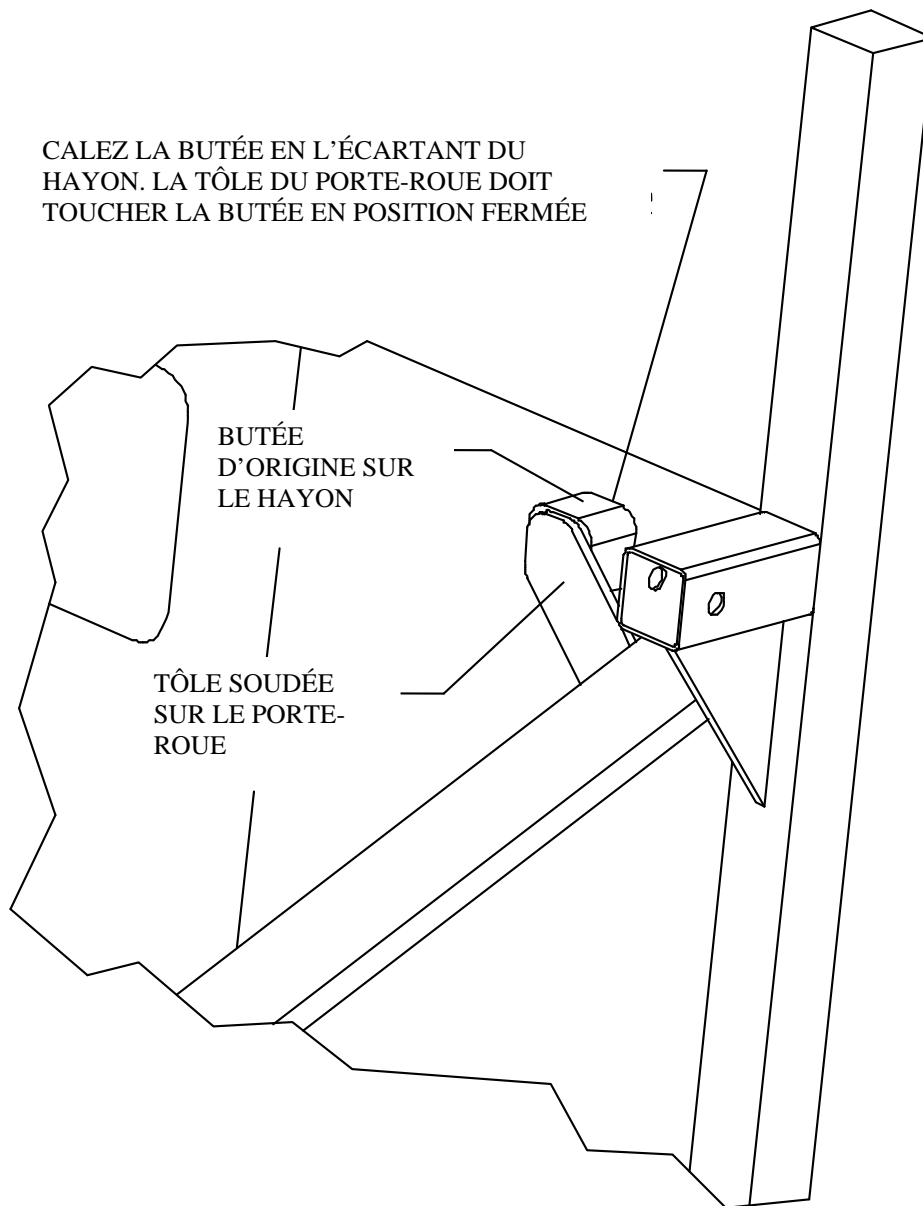

Figure 8, Butée du hayon d'origine, modèles TJ et YJ.
19. Une plaque plate est soudée au cadre du porte-roue. Sur les modèles CJ, il faut monter une butée en caoutchouc soit sur cette plaque, soit sur le hayon pour éviter que le porte-pneu ne bascule d'avant en arrière sur des terrains accidentés. **Voir l'étape 24 pour l'installation sur le modèle CJ.** Les modèles TJ et YJ sont déjà équipés de cette butée en caoutchouc sur le hayon. Il peut s'avérer nécessaire de caler le pare-chocs supérieur côté conducteur pour l'écartier du hayon, afin d'avoir une légère pression sur la plaque plate une fois que l'ensemble est en position fermée. **Voir la figure 8.**